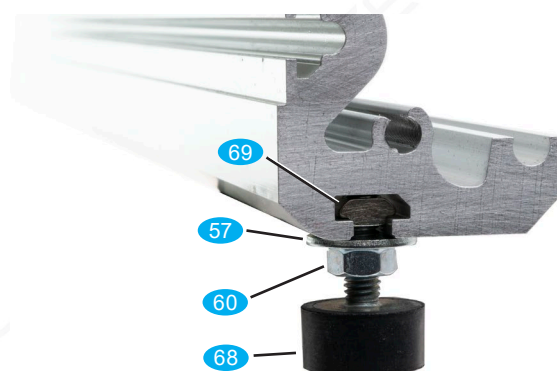

Bild 16: Montage Gummifuß
- Komplettieren Sie die Gummifüße **68** mit je einer Mutter M6 **60**, einer Unterscheibe **57** und einem Nutenstein **69**. Setzen Sie die Füße mit dem Nutenstein in die untere Längsnut der Seitenprofile ein und schrauben Sie die Füße fest, wie in Bild 16 gezeigt.